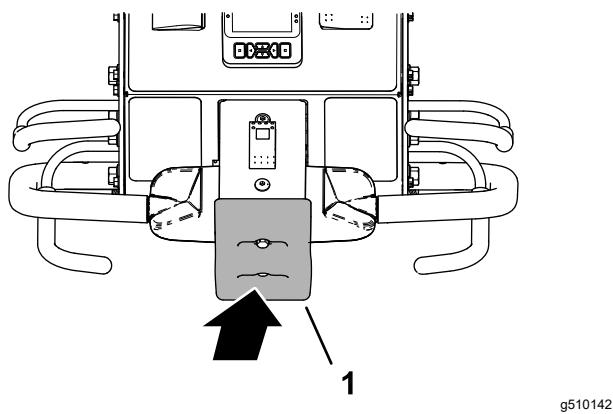

図 36
- オペレータベイルと走行コントロールを保持したまま、バンプストップスイッチに触る図 36。